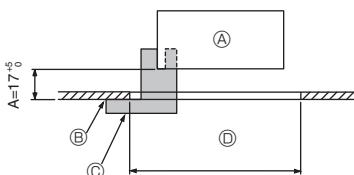
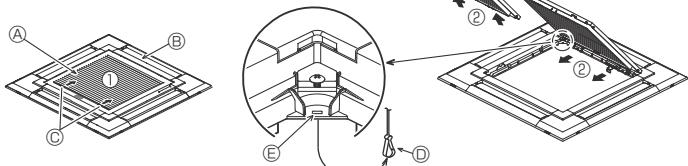
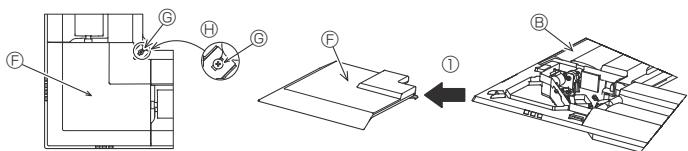

Fig. 9-2
Fig. 9-3
Fig. 9-4
① Grill	1	950 × 950 (mm)
② Installationstolk	1	(Indelat i 4 delar)
③ Skruv (4 × 16)	1	för PLP-6EAEE, PLP-6EALE, PLP-6EALME
④ i-see sensor hörnpanel	1	för PLP-6EAEE, PLP-6EALE, PLP-6EALME
⑤ Trådlös fjärrkontroll	1	för PLP-6EALM, PLP-6EALME
⑥ Fjärrkontrollens hållare	1	Ingår i enheter med trådlös fjärrkontroll.
⑦ LR6 AA-batterier	2	Ingår i enheter med trådlös fjärrkontroll.
⑧ 3,5 × 16 självgående skruvar	2	Ingår i enheter med trådlös fjärrkontroll.
9.2. Förberedelser för fäste av grillen (Fig. 9-2)
- Använd tolken ② som medföljer satsen för att justera och kontrollera placeringen av huvudenheten i förhållande till täktytan. Om huvudenheten inte är korrekt placerad i förhållande till täktytan kan luftlåckage uppstå eller kondens samlas.
- ① Huvudenhet
② Täkt
③ Installationstolk ② (isatt i huvudenheten)
④ Takets öppningsmått
9.2.1. Demontering av insugsgrillen (Fig. 9-3)
- Skjut armarna i den riktning som visas på pilen ① för att öppna grillen.
- Med insugsgrillen i läge "öppen", ta bort gångjärnen på insugsgrillen från grillen som visas med pilen ②.
9.2.2. Demontering av hörnpanel (Fig. 9-4)
- Lossa de 4 skruvarna på hörnpanelen. Skjut hörnpanelen i pilens riktning ① i figuren och ta bort hörnpanelen.
[Fig.9-3] [Fig.9-4]